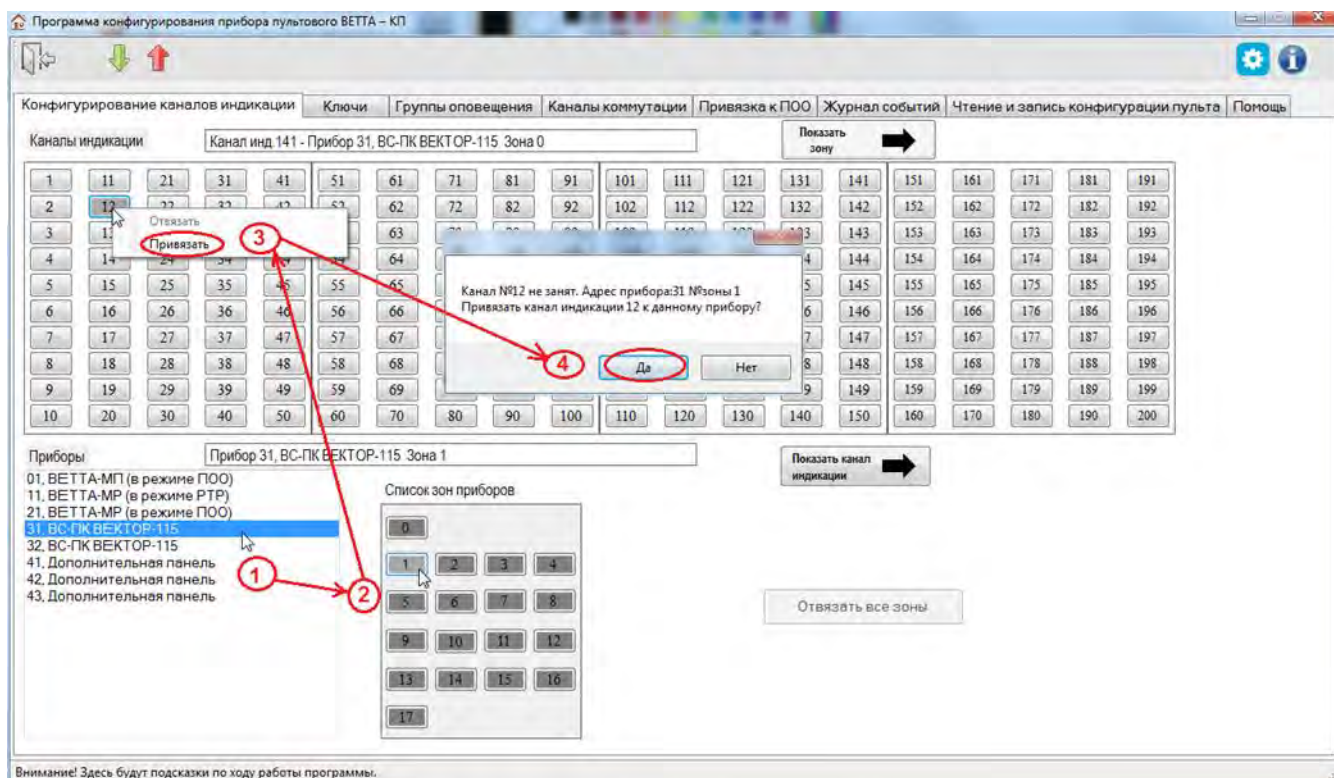

Рис. 17. Порядок действий при привязке зоны прибора к каналу индикации
5) В списке «Приборы» выделите первое устройство, зоны которого привязываются к каналам индикации панелей (Рис. 17, шаг 1), при этом в списке «Список зон приборов» отобразится текущая информация о состоянии привязки зон выбранного прибора к каналам индикации.
6) В списке «Список зон приборов» выделите первую привязываемую зону прибора (Рис. 17, шаг 2).
7) Выделите левой кнопкой мыши канал индикации пультного прибора, к которому хотите привязать зону, вызовите, правой кнопкой мыши, контекстное меню, и выберите в нем пункт меню «Привязать» (рис. 17, шаг 3).
8) Программа-конфигуратор выводит диалоговое окно с подробной информацией о проводимой операции и запросом подтверждения выполнения привязки (Рис. 17, шаг 4).